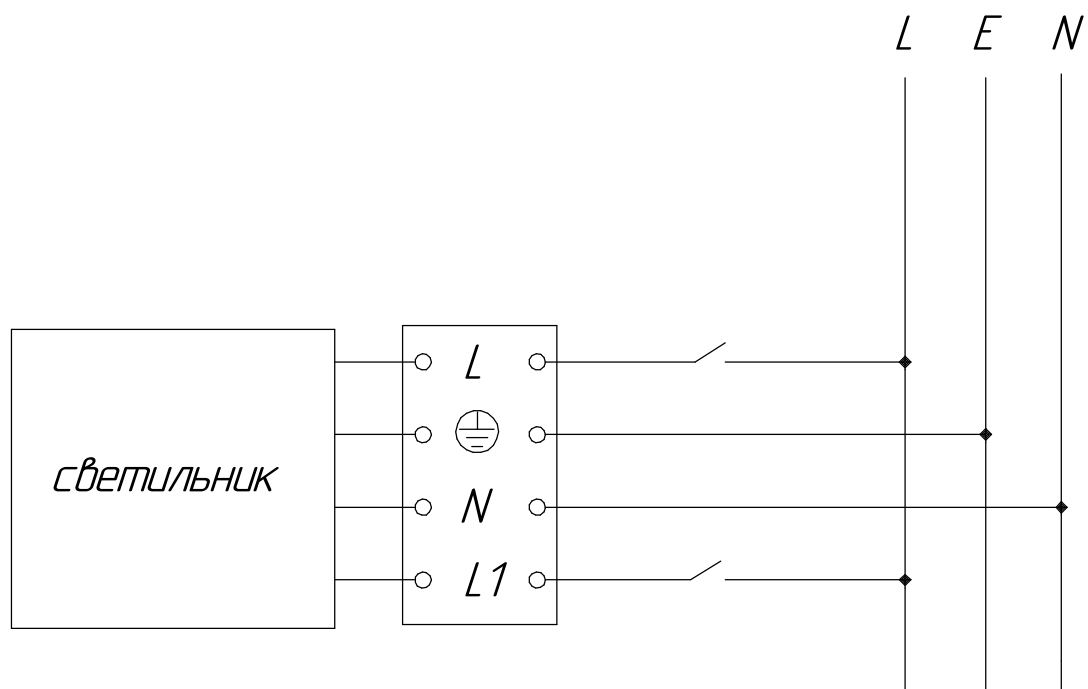

Рисунок 3 - Схема подключения к сети светильника ДБВО01
5.6 Подключите провода от светильника к питающей сети, согласно схемы (рисунок 3).